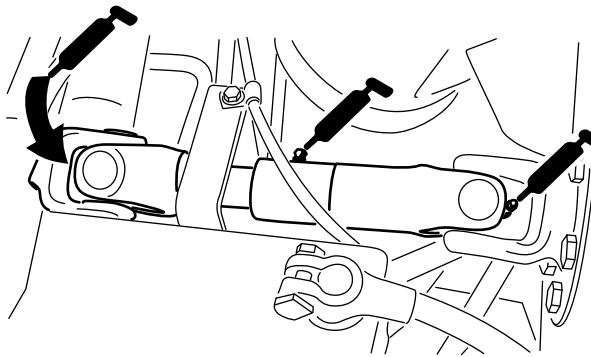

Рисунок 27
- Крестовина карданного вала насоса (3 шт.) — Рисунок 27